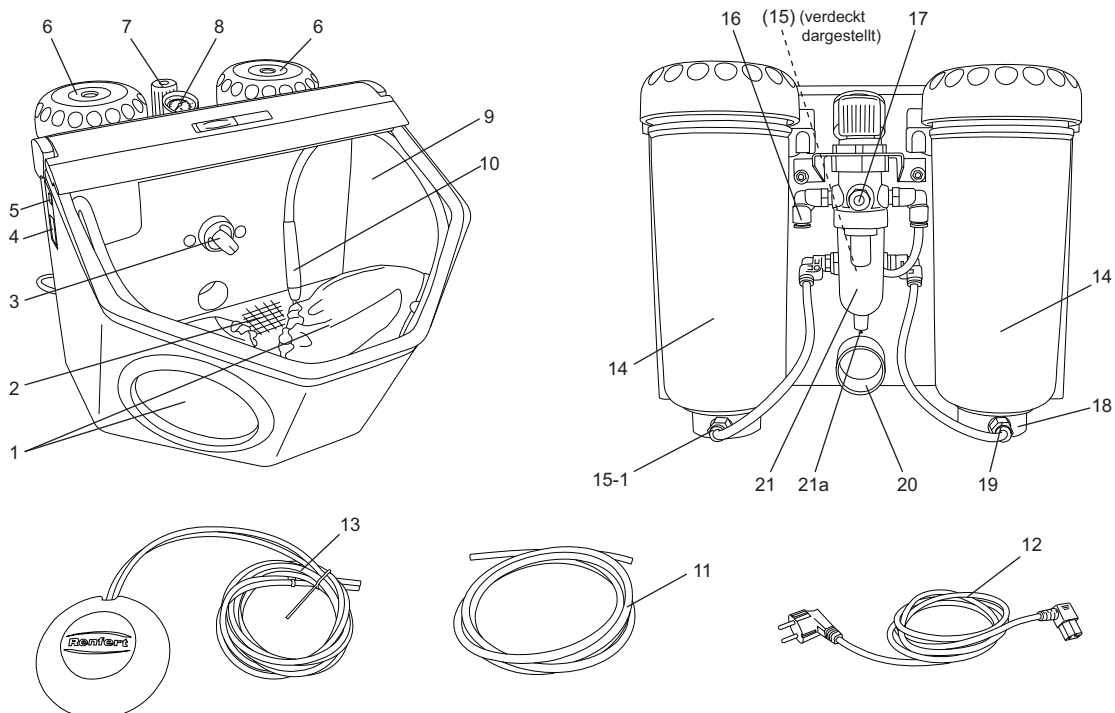

Abb. 1
1-Tank-Version: (15-1, Abb. 1)
- Beleuchtung einschalten (5).
- Am Wahlschalter (3, Abb.1) den Strahl tank wählen. (nur bei 2-Tank-Variante)
- Fußschalter (13, Abb.1) betätigen.